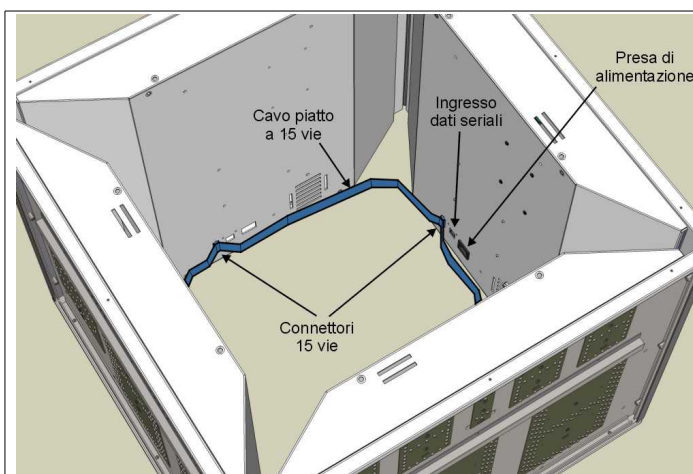
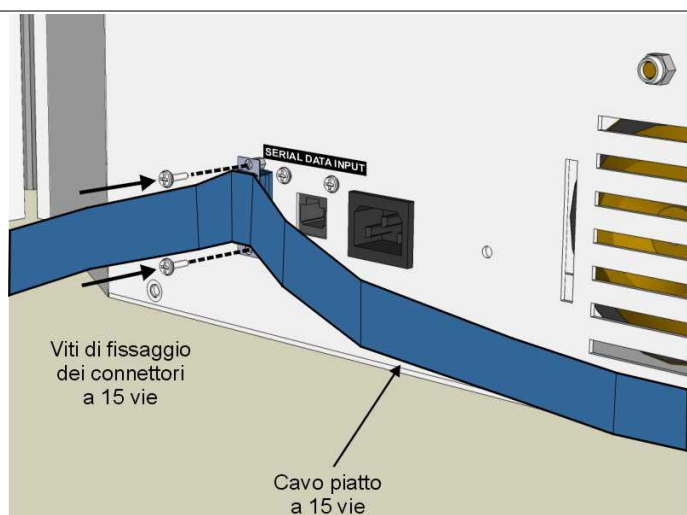

Fig. 6: Cavi di collegamento
Fig. 7: Fissaggio dei cavi piatti
Dopo aver unito i vari moduli di un tabellone, si può procedere al collegamento elettrico degli stessi. Sul retro dei moduli del tabellone sono presenti i seguenti connettori (Fig. 6, Fig. 7):
- Nel connettore femmina a 15 vie del modulo con la presa di alimentazione, inserire un connettore maschio intermedio (non uno terminale) del cavo piatto (Fig. 6, Fig. 7).
- Bloccare i connettori a 15 vie inseriti nei vari moduli con le viti di fissaggio (Fig. 7).